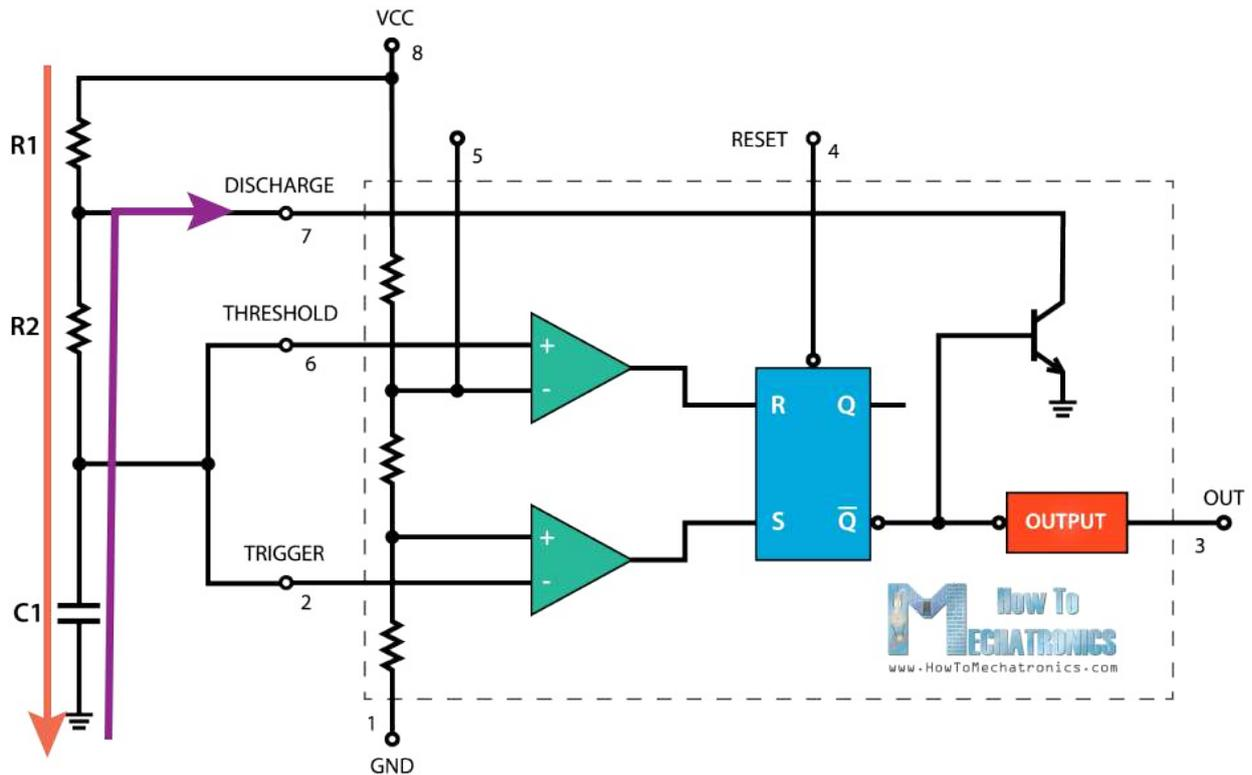
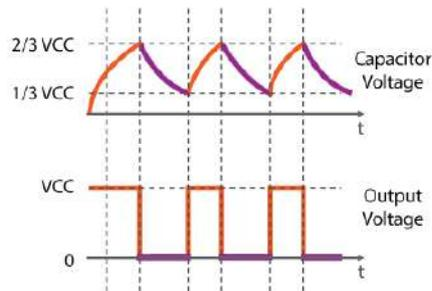

Abbildung 21: Betrieb im astabilen Modus [1]
Abbildung 22: Verläufe der Spannungen am Kondensator und am Ausgang [1]
Für unsere Anwendung als astabile Multivibrator wird die folgende theoretische Schaltung betrachtet (Abbildung 21). Ein Kondensator C_1 sorgt für den Lade- und Entladevorgang. Dieser wird sowohl mit dem Threshold (6) als auch mit dem Trigger (2) Pin verbunden. Damit kann ein Vergleich durchgeführt werden und dies lässt die Spannung am Kondensator oszillieren (Abbildung 22).
Für die Anordnung in Abbildung 21 gilt, dass die Zeit der orangen Abschnitte